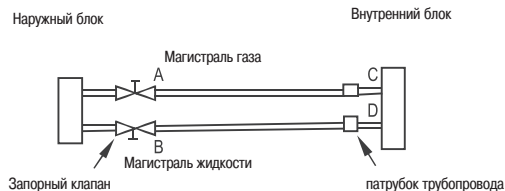

Рис. 6-8
- Удаление воздуха при помощи хладагента наружного блока (см. рис. 6-8 и 6-9).
- Удаление воздуха при помощи бака с хладагентом (см. рис. 6-8 и 6-9)